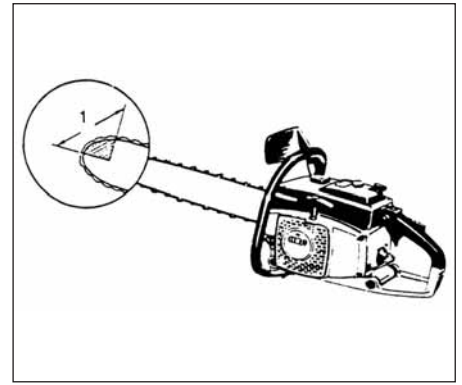

Fig.2-7
**PERIGO DE GOLPES DE REPERCUSSÃO (Fig. 2-7)**